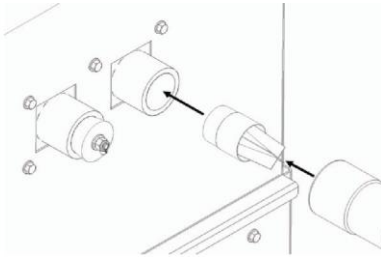

FIGURA A.2
2. Conecte las mangueras a las entradas utilizando la manguera de 1-3/4" a adaptadores de 2". Los adaptadores de manguera de 1-3/4" a tubo de 1-3/4" que se entregan con los kits de manguera deben retirarse y desecharse. Si corresponde, instale los supresores de chispas en la entrada de la máquina antes de instalar las mangueras. Consulte la Figura A.2.